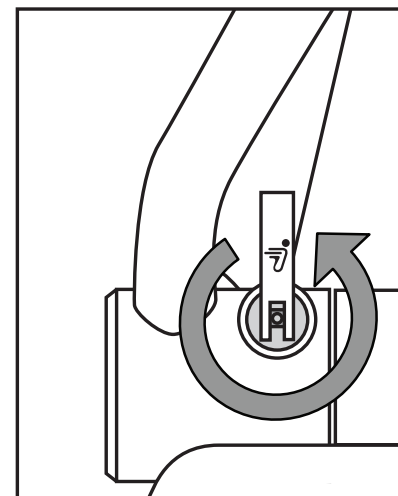

图 8. 松开免工具释放杆
9. 要拆卸免工具释放杆，请扭曲手柄直至螺栓从倾斜操纵架楔形夹紧件中脱出，以松开免工具释放杆。请参见图 8。